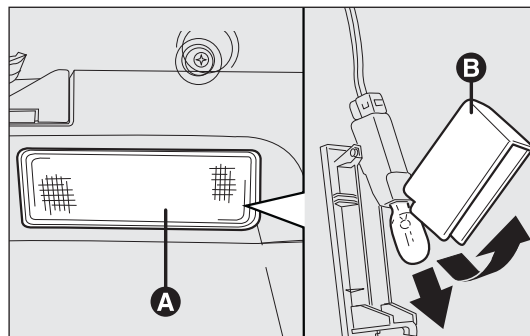

fig. 180
PLAFONNIER DU COFFRE À BAGAGES fig. 180
- ☐ extraire le plafonnier A-fig. 180 en faisant levier à l'endroit indiqué par la flèche ;